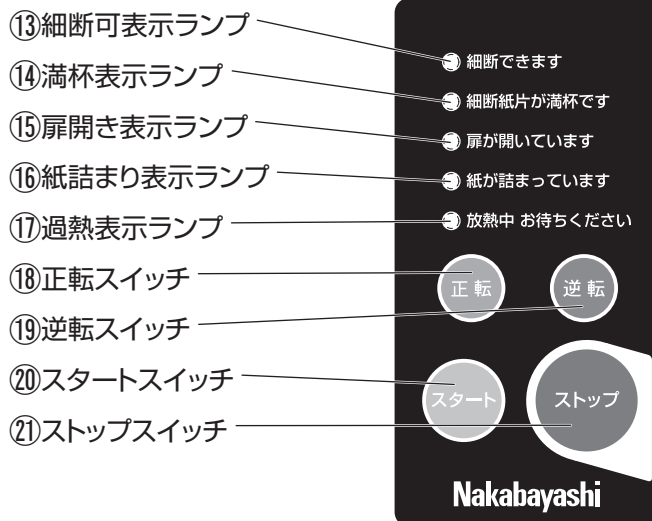

図2 操作パネル 拡大図
P6 図2 参照
2. スタートスイッチを押して、細断可表示ランプの点灯を確認してください。 P6 図2 参照